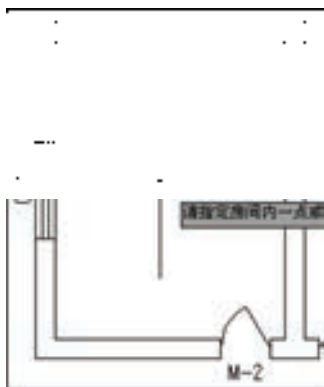

图 7-34 单击鼠标左键
5) 单击“路径参数”选项组中的“拾取房间内内部点”按钮, 在需要生成踢脚线的房间单击鼠标左键, 如图 7-34 所示。